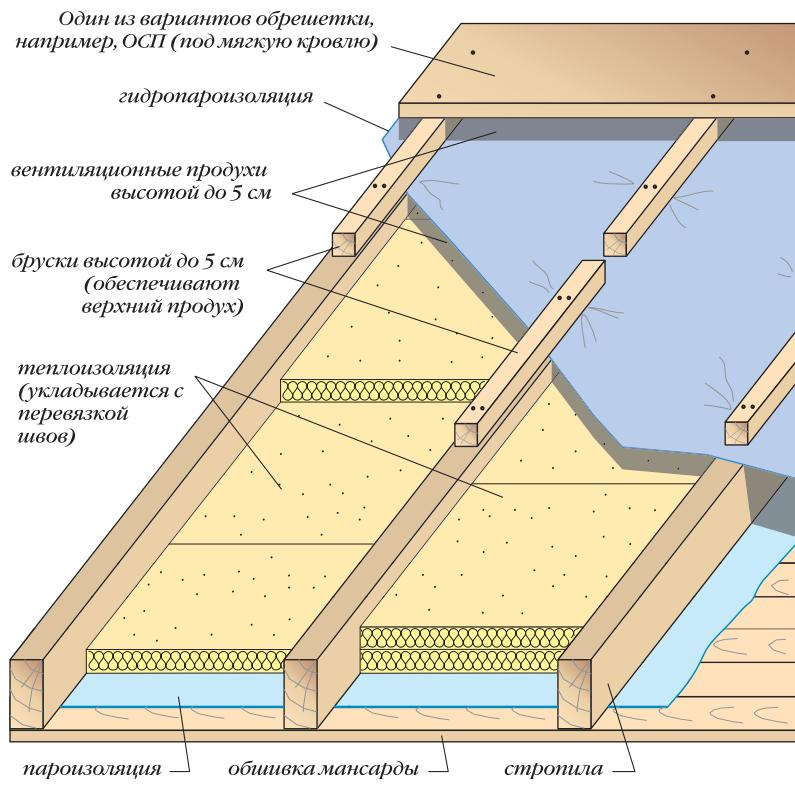

Рис. 13. Теплоизоляция минераловатными плитами в межстропильном пространстве
1. Межстропильное утепление (рис. 13).
В таком способе утепления кровли присутствует только один вентиляционный продух, расположенный над супердиффузионной мембраной, в отличие от схемы утепления с применением гидропароизоляционной пленки, где нужны были два продуха. В той схеме (рис. 13, 14) ветровой поток открытоого нижнего вентиляционного зазора продувает утеплитель, сводя его теплоизолирующие способности к минимуму. А если этот продух сделать закрытым у карнизного узла, то водяной пар не будет удаляться в достаточном объеме.